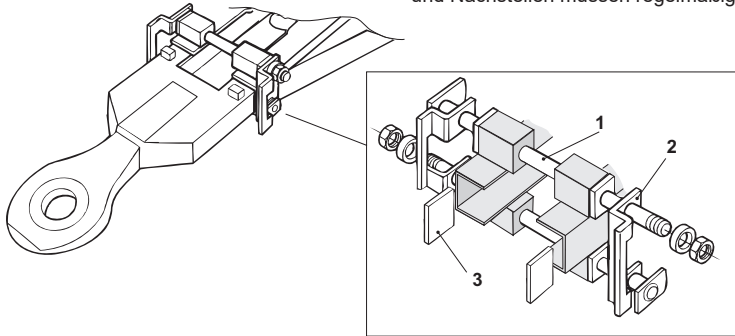

Abb. 11
Zur Sicherung einer maximalen Nutzungsdauer darf es kein seitliches Spiel zwischen vorderem und hinterem Teil geben. Einstellung siehe Abb. 11. Bolzen usw. müssen auf festen Sitz überprüft werden. Bei längerem Fahren in unveränderter Position müssen die Einstellbolzen nachgezogen werden, damit sowohl Verschleiß- als auch Spielbildung reduziert werden.
- Einstellbolzen (Abb. 11, Pos. 1), Stoppbleche (2) und Verschleißplatten (3) sowie ggf. Verschleißbleche (Abb. 11) abmontieren.
- Einstellbolzen gemäß Abb. 11 wieder montieren.